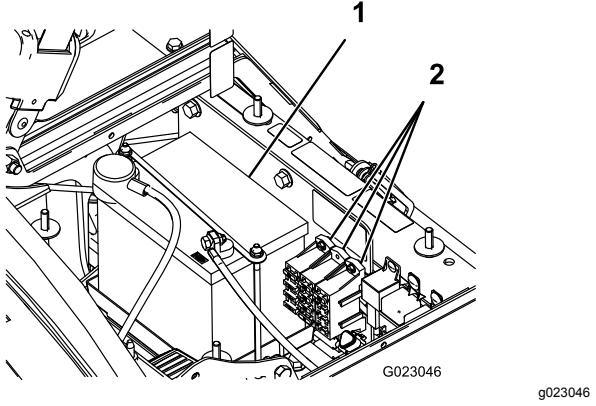

Figure 43
Le système électrique comprend 2 fusibles et 1 emplacement libre situés sous le siège (Figure 43).
- La batterie est située sur le côté droit de la machine, derrière la pompe (Figure 43).
- Retirez le dispositif de retenue et les fixations de la batterie (Figure 43).
- Posez le dispositif de retenue de la batterie et serrez-le avec les fixations retirées précédemment (Figure 43).
4. Posez le couvercle de la batterie et fixez-le à l'aide des 2 boutons (Figure 43).
1. Desserrez les boutons sur les côtés du bac de la batterie et enlevez le couvercle de la batterie (Figure 43).